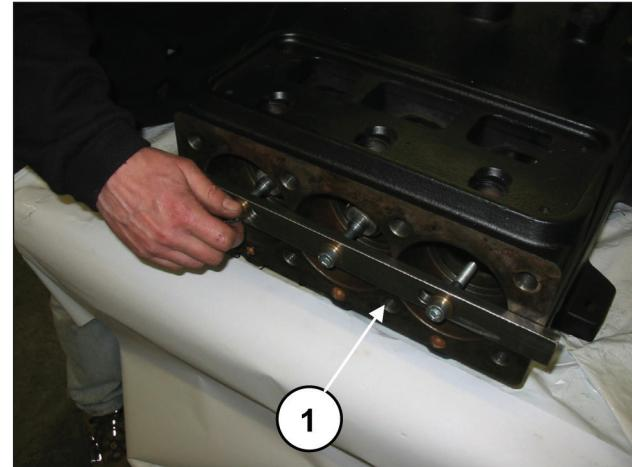
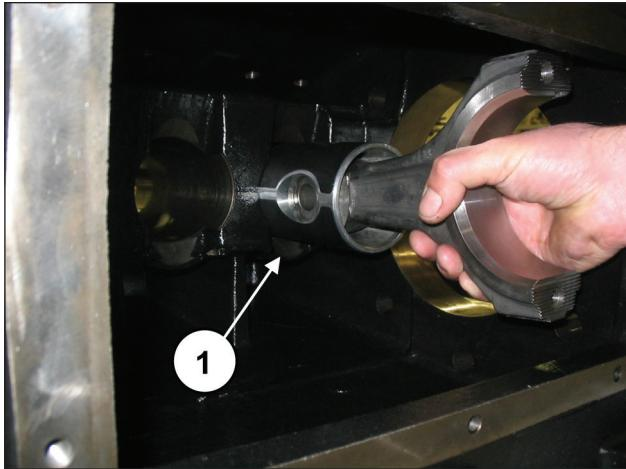

Fig. 32
Fig. 33
Aflojar los tornillos de la herramienta cód. 27566200 para desbloquear las bielas (pos. ①, Fig. 32) y, a continuación, extraer los grupos biela-guía del pistón por la abertura posterior del cárter (pos. ①, Fig. 33).
Comprobar que el cárter esté limpio e introducir el grupo semibiela-guía pistón dentro de las levas del cárter (pos. ①, Fig. 33).
Bloquear los tres grupos con la herramienta cód. 27566200 (pos. ①, Fig. 32).
27566200 (pos. ①, Fig. 32).